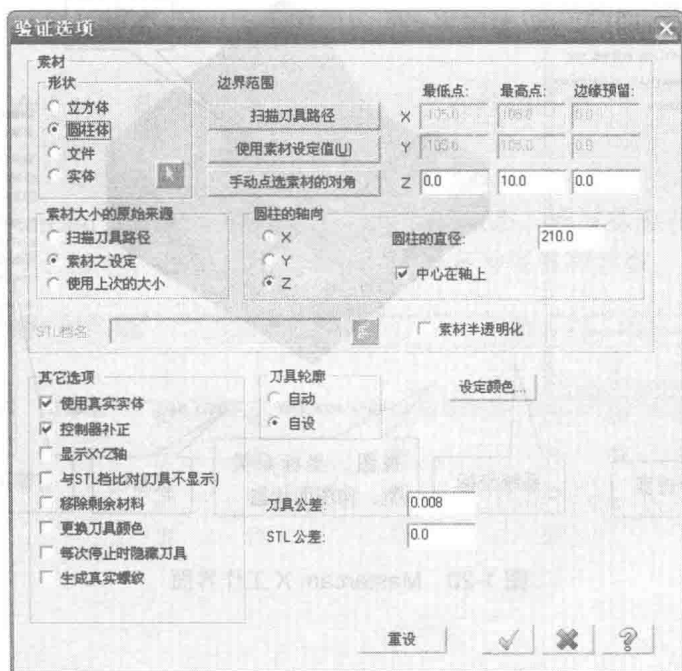

图 1-18 【验证选项】对话框
① 单击【参数设置】按钮 ，出现【验证选项】对话框，单击【使用素材设定值】按钮，如图 1-18 所示。